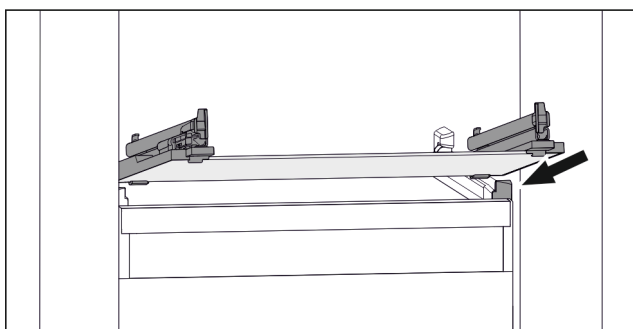

Fig. 37 Przykładowa prezentacja płyty szklanej
- ▶ Założyć płytę szklaną pod skosem za stoperami. (patrz Fig. 37)